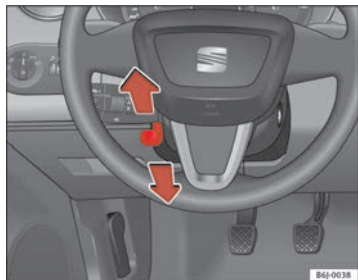

Abb. 99 Lenkradhöhen-einstellung
- Schwenken Sie den Hebel ⇒ Abb. 99 unter der Lenksäule nach unten ⇒ ⚠.
- Stellen Sie das Lenkrad so ein, bis die gewünschte Einstellung erreicht ist ⇒ Abb. 99.
- Stellen Sie den Fahrersitz oder das Lenkrad so ein, dass der Abstand zwischen Lenkrad und Brustbein mindestens 25 cm beträgt ⇒ Abb. 99. Wenn Sie den Mindestabstand nicht einhalten, kann Sie das Airbag-System nicht schützen – Lebensgefahr!